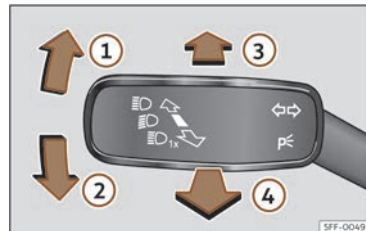

Abb. 80 Blinker- und Fernlichthebel
- Drücken Sie den Blinker- und Fernlichthebel aus der Ausgangsstellung nach vorne >>> (Abb. 80) .
- **ODER:** Ziehen Sie bei eingeschaltetem Fernlichtassistenten den Blinker- und Fernlichthebel nach hinten >>> (Abb. 80) .